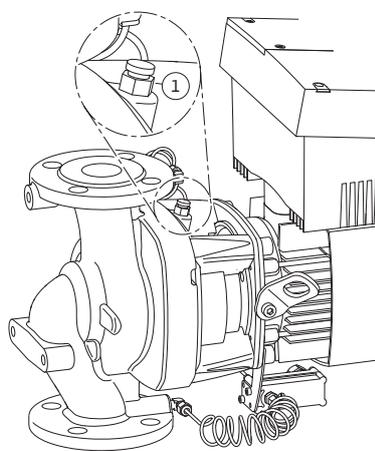

Fig. 40: Клапан для выпуска воздуха
- Удалить воздух из насоса путем открытия клапанов для выпуска воздуха (рис. 40, поз. 1). Сухой ход разрушает скользящее торцевое уплотнение насоса. На дифференциальном датчике давления запрещается удалять воздух (опасность разрушения).